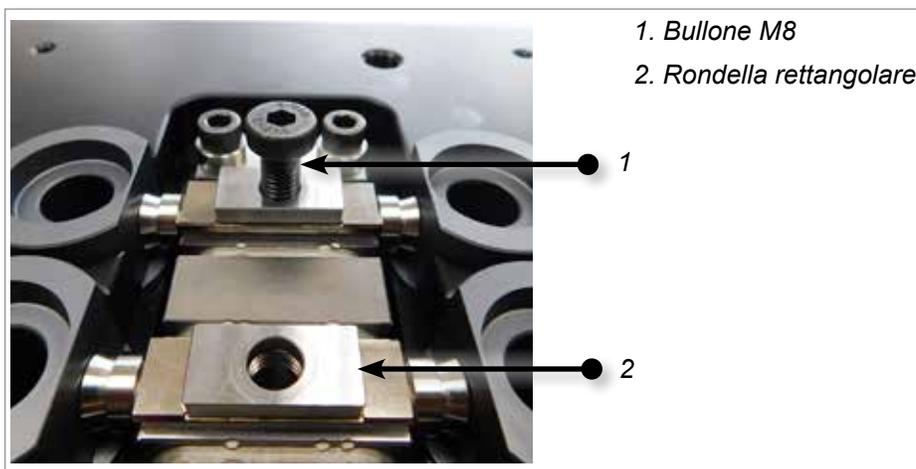

Figura 19-28 Installazione della rondella rettangolare e del bullone
2. Inserire la rondella rettangolare e il bullone M8 nel blocco fusione. Serrare il bullone a una coppia di 27 Nm (20 ft.lbs). Vedere la Figura 19-28.